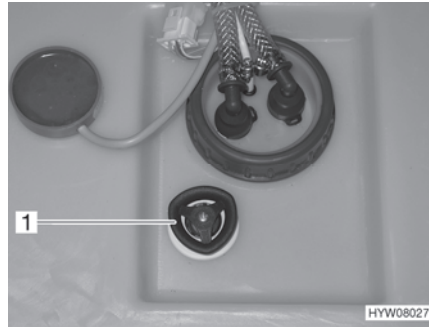

Bild 113 Vattentank med ratt
- Vrid ratten (Bild 113,1) på vattentanken moturs mot motståndet till stoppläget för att öppna utloppsöppningen helt.